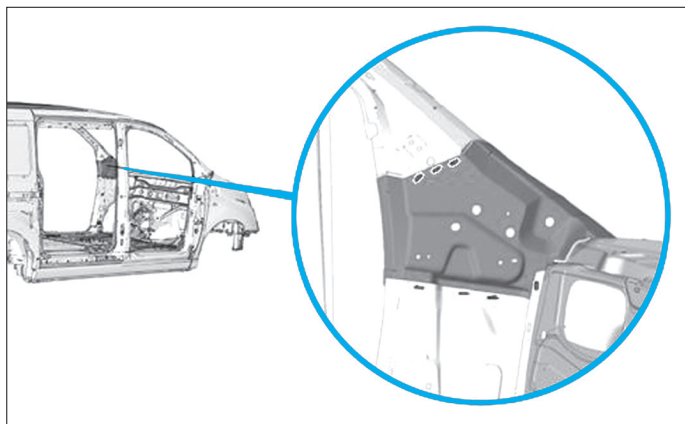

FIG. 31
- Souder par cordons (Fig.31).